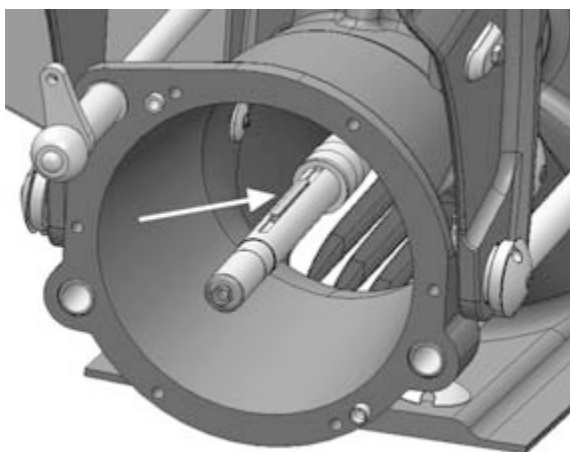

Рисунок 31. Клиновидный паз
- После того, как будет найдена нужная длина сборочной гильзы, поместите клин в паз вала (рис. 31) и установите импеллер на вал вплотную к сборочной гильзе.